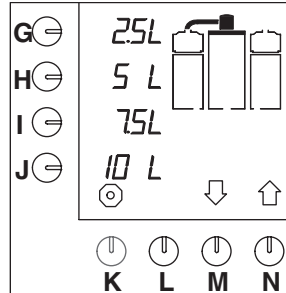

Fig. 8 Startskjerm
- Indikatorlampe i bryteren tennes. De innstilte standardbetingelsene og verdiene vises i displayet (fig. 8).